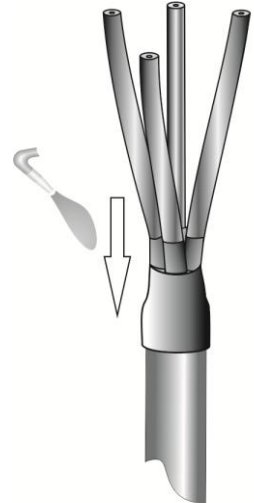

Рис.5
5.Прогреть пламенем газовой горелки жилы кабеля до температуры 50-60°C, сблизить жилы кабеля и одеть термоусаживаемую перчатку так, чтобы каждая жила попала в отверстие соответствующего “пальца”. Продвинуть перчатку как можно ближе к корешку разделки кабеля. Усадить перчатку, начиная от “пальцев” сначала на жилы, а затем к “юбке” перчатки. После усадки перчатка должна плотно облегать оболочку и изоляцию на жилах кабеля. По периметру “юбки” и “пальцев” должен быть заметен выступивший расплавленный клей (Рис.5).